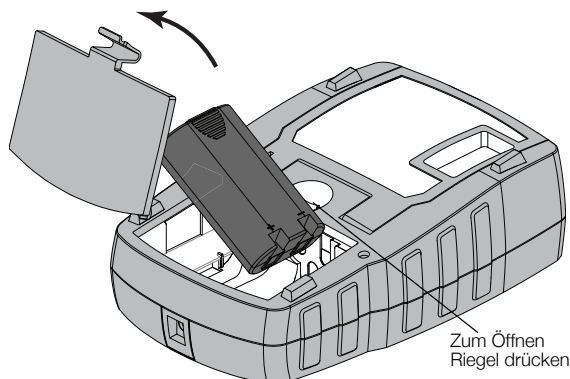

Abbildung 4
- 1 Drücken Sie den Riegel an der Rückseite des Druckers nach unten, um den Deckel des Batteriefachs abzunehmen. Siehe Abbildung 4.
- 2 Setzen Sie den Akku in das Batteriefach ein und achten Sie dabei auf die Polarität (+ und –). Siehe Abbildung 4.